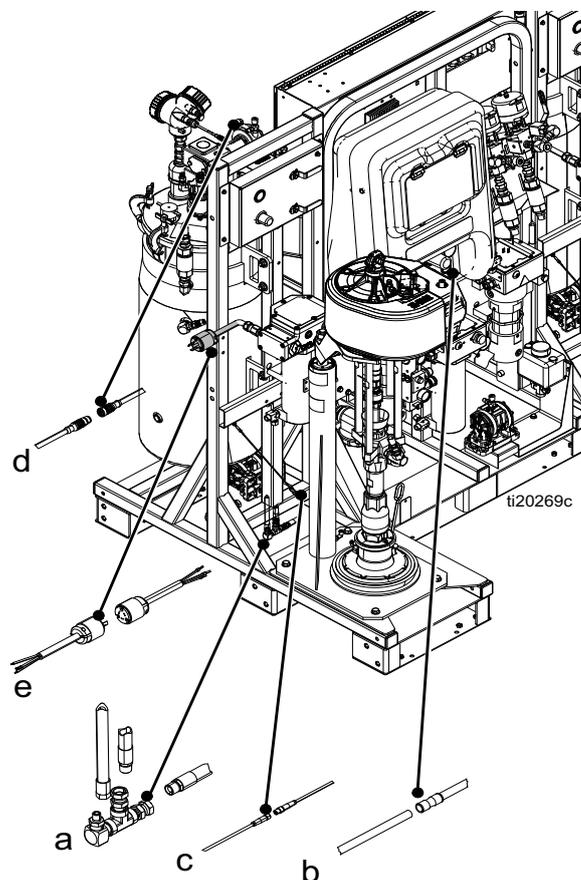

FIG. 15
- a. Conecte la manguera de aire roja de 1/2 pulg. a la unión giratoria. Véase la «a» en la FIG. 15.
- b. Conecte el tubo de señal de aire de 1/4 pulg. de diámetro exterior al que tiene el conector para tubo. Esta es la señal piloto de la bomba de alimentación. Véase la «b» en la FIG. 15.
- c. Conecte el cable pequeño con un conector M8 al conector M8 correspondiente. Véase la «c» en la FIG. 15.
- d. Conecte el cable más grande con un conector M12 al conector M12 correspondiente. Esta es la conexión del sensor de nivel. Véase la «c» en la FIG. 15.